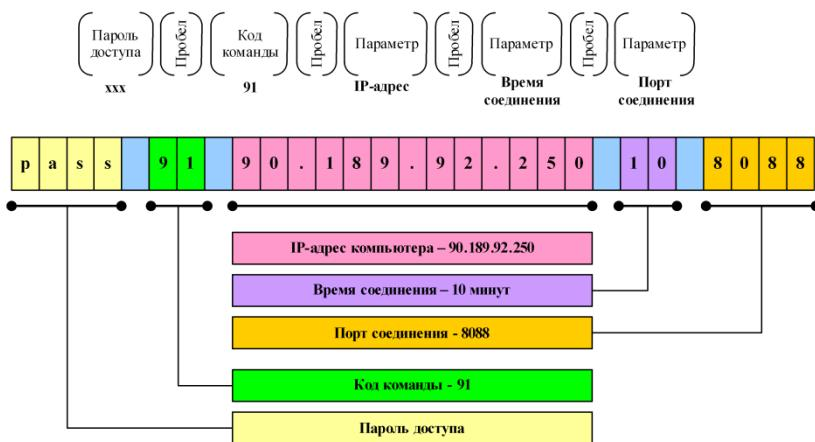

Рис. 5.15. Формат SMS-команды для установки GPRS-соединения с контроллером
2. Отправьте контроллеру SMS-команду в формате, представленном на рис. 5.15. Пароль доступа не требуется, если используется авторизация по номеру телефона. В качестве IP-адреса необходимо указать IP-адрес компьютера, на котором установлена программа Конфигуратор Приват 1.1. Указываемый TCP/IP-порт должен быть открыт для подключения (не заблокирован межсетевым экраном, антивирусным ПО и т. д.).